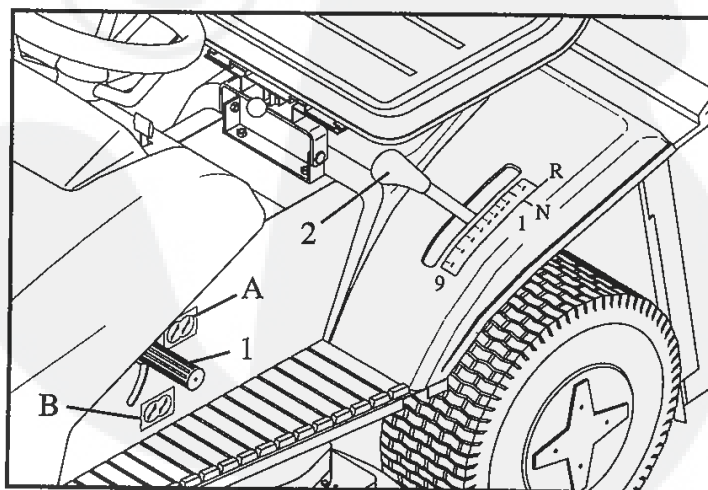
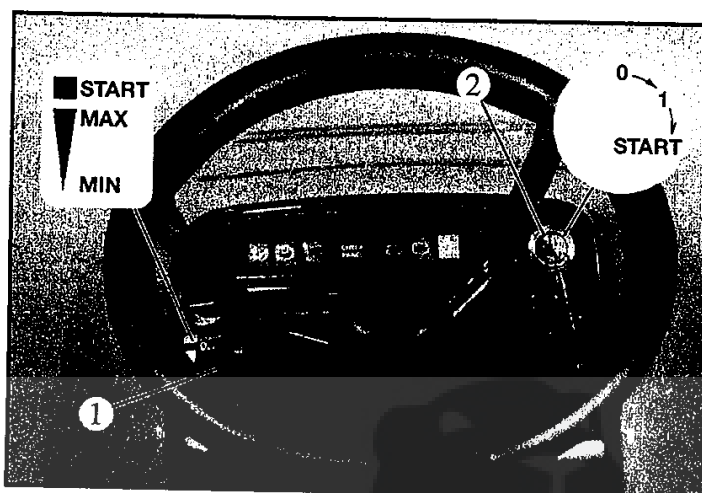

Fig. 11
Fig. 12
- Placer le levier d'avancement (2, fig. 11) à la position "B" et mettre le levier de vitesse à la position "N" (point mort). La cheville de segment (3, fig. 11) doit, après déblocage du levier d'avancement, s'engager à l'ouverture centrale du ressort de blocage (4, fig. 11)
- Placer le levier d'enclenchement et de déclenchement (1, fig. 11) dans la position "A" (déclenché).
- Placer le levier de gaz (1, fig. 12) dans la position "START":
- Engager la clé dans le commutateur d'éclairage et d'allumage (fig. 12), tourner le dans la position mise en circuit et ensuite dans la position start pour démarrer le moteur. Relâcher la dès qu'il a démarré.
Amenez le levier de gaz (1, fig. 12) en position près de "MIN". Appuyez à fond sur la pédale d'embrayage et sur celle de frein. Le pied appuyé sur la pédale, amenez le levier d'avancement (2, fig. 11) du point mort "N" dans une des positions de vitesse, faites votre choix de la 1ère à la 9ème pour la marche avant, ou dans la position "R" pour la marche arrière. Si, exceptionnellement, le levier d'avancement résiste, ctd. s'il est pas possible de le déplacer du point mort "N", relâchez la pédale pour quelques secondes, ensuite répétez le procédé ci-dessus la pédale étant enfoncée. Après avoir passé en vitesse choisie, relâchez la pédale d'embrayage et celle de frein de façon que le démarrage s'effectue sans interruption que le véhicule soit sous lo contrôle. On peut obtenir la vitesse demandée en utilisant le levier de gaz et celui d'avancement Grâce au système de variateur utilisé on peut déplacer le levier d'avancement dans les positions convenables au cours da la marche sans débrayage. La condition nécessaire pour le déplacement de levier d'avancement au point mort "N" ou dans la position "R" ou n sens inverse ce sont les pédales d'embrayage et de frein enfoncées.
- enclencher les lames par déplacement du levier (1, fig. 11) dans la position (B)
- Arrêtez les lames au moyen du levier (1, fig. 11).
Après la tonte désenclenchez les lames et levez le dispositif de fauchage au maximum (pos. 7). Arrêtez la tondeuse, enclenchez le frein de stationnement et coupez le contact en plaçant la clé du commutateur d'éclairage et d'allumage (1, fig. 12) dans la position "0".